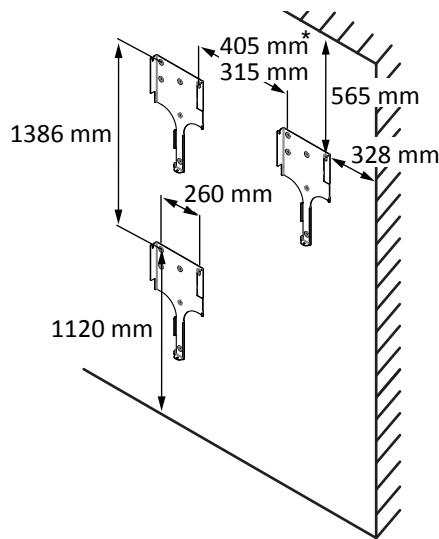

Abb. 8: Position Wandhalterung / Aufhängung
- Mindestabstände bei der Montage: [Siehe Abbildung 8] [▶ Seite 42]